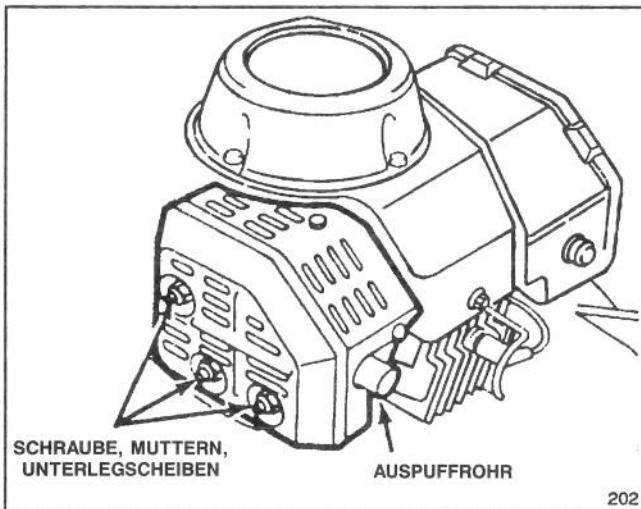

Abbildung 21
1. Mittels Hartholzsabber Kohlenstoffrückstände rundum das Auspuffrohr säubern (Abb. 21).
2. Schraube, zwei Muttern und Unterlegscheiben entfernen (Abb. 21). Auspuff von der Befestigung lösen.